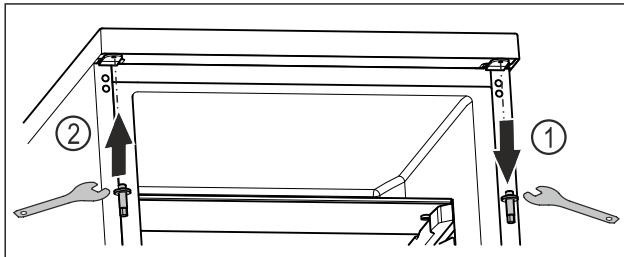

Fig. 18
- ▶ S ključem z zunanjim šestkotnikom odvijte zgornji sornik. Fig. 18 (1)
- ▶ S ključem z zunanjim šestkotnikom trdno privijte sornik na nasprotni strani. Fig. 18 (2)